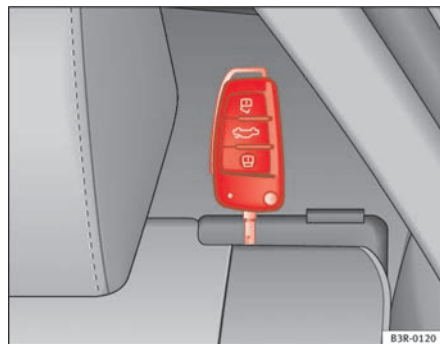

Fig. 119 Bloquear el respaldo
- Gire la llave hacia la izquierda en la cerradura de la palanca de desbloqueo ⇒ fig. 119.